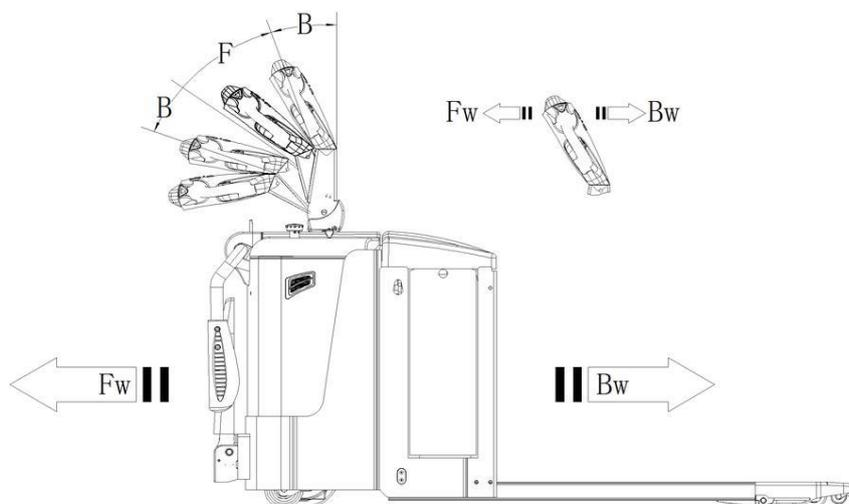

Рис. 9: Направления движения
После того, как ключ запуска (рис. 1, поз. 10) повернут в положение ON (или введен код на ПИН-панели) и аварийная кнопка поднята, переведите ручку управления в рабочее положение («F», рис.9).
Отклоните маховики управления в нужном направлении «вперед» («Fw», рис. 9) или «назад» («Bw», рис. 9).
- Тележка тормозит, если ручку управления перевести в верхнее или нижнее положение к точкам торможения («В», рис. 9). При отпускании рукоять управления автоматически возвращается в верхнее положение к точке торможения («В», рис. 9). Тележка будет тормозить, пока не остановится.
- Кнопка противоотката (безопасности) (рис. 1, поз. 1) защищает оператора от получения повреждений и травм. Если эта кнопка включена, тележка притормаживает и/или начинает движение в противоположном направлении («Вw», рис. 9) на небольшое расстояние и останавливается. Необходимо помнить, что эта кнопка действует, даже если тележка не едет, но ручка управления находится в рабочем положении.